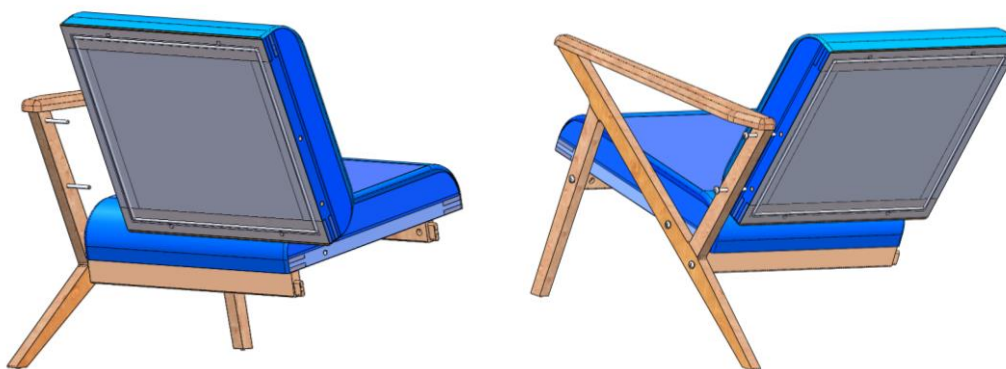

Рис. 5
2.7. Возьмите спинку в сборе (6), два винта М8х90 (8) и присоедините к боковине. Рис. 5.